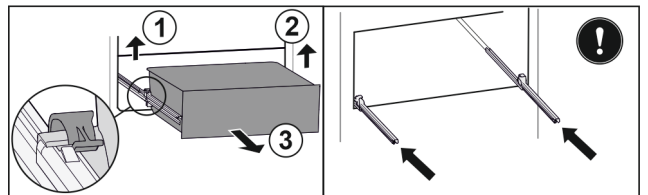

Fig. 149
- Sollevare il morsetto sinistro e allo stesso tempo tirare in avanti il cassetto sinistro. Fig. 149 (1)
- Sollevare il morsetto destro e allo stesso tempo tirare in avanti il cassetto destro. Fig. 149 (2)
- Rimuovere il cassetto tirandolo in avanti. Fig. 149 (3)